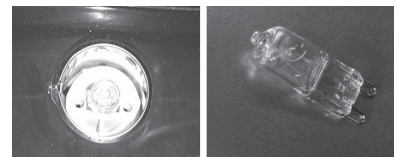

Fig. 7
2. Sacar el foco dañado y cambiarlo por el nuevo (Fig. 7)